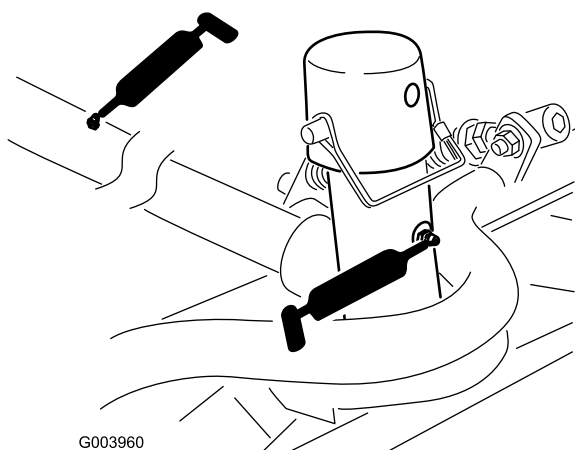

Figura 106
- Pivot i cadru de susinere al unității de tăiere (2 pentru fiecare) (Figura 106)